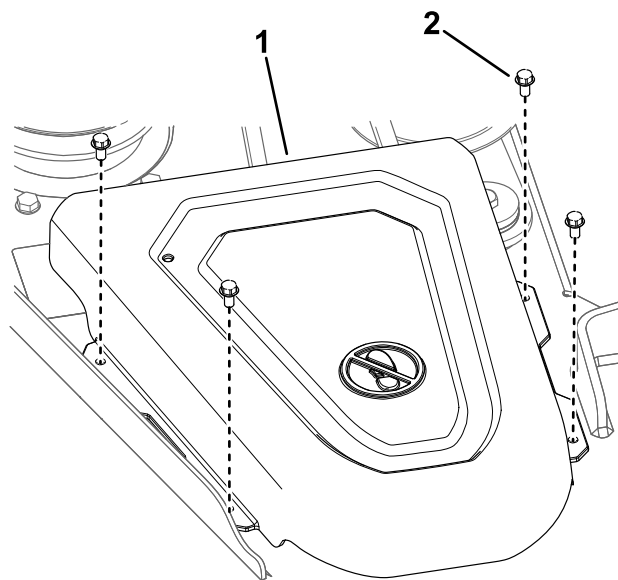

Figura 50
4. Retire las cubiertas de la polea (Figura 50).